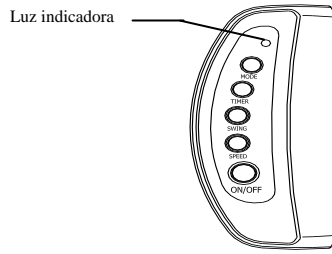

Fig. 7
- C. Introduzca 2 baterías en el control remoto, siguiendo las guías de dirección en los espacios provistos, y fije la cubierta de la batería (Fig. 7).